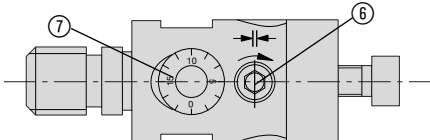

figure 2
Le blocage de la vis de serrage est assuré par une vis sans tête ⑥ (figure 2).
1. Desserrer la vis de blocage ⑥ (figure 2/11).
2. A l’aide du vernier ⑦ amener l’arête de coupe a la position recherchée soit sur un banc de pré réglage, soit a partir de l’alésage ébauché en position sur la machine. Un tour de vernier correspond à un déplacement de 0,2 mm au diamètre.